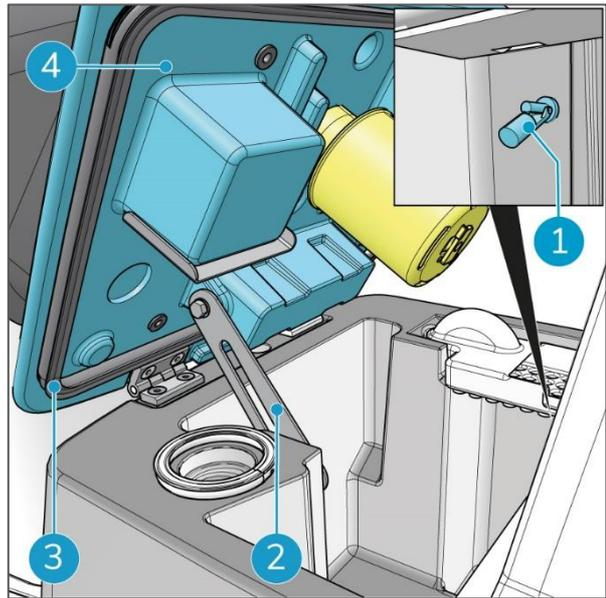

Abbildung 46
3. Öffnen Sie den Deckel des Schmutzwassertanks (Abbildung 46, Pos. 4).
4. Prüfen Sie die Gummidichtung (Abbildung 46, Pos. 3). Reinigen Sie sie ggf. mit einem feuchten Tuch.
10. Wenn der Schmutzwassertank leer ist, spritzen Sie ihn mit Frischwasser ab (Abbildung 46).
11. Reinigen Sie die Unterseite des Deckels mit Wasser (Abbildung 46).
12. Reinigen Sie den Schwimmerschalter (Abbildung 46, Pos. 1) mit Wasser, damit er nicht klebt.
5. Entriegeln Sie den Sicherheitshaken (Abbildung 46, Pos. 2) und schließen Sie den Deckel des Schmutzwasserbehälters.